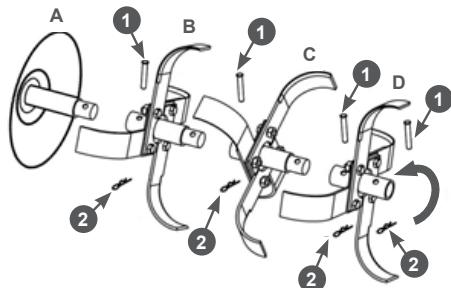

Рис. 3 Установка фрез
- Установите фрезы на выходной вал редуктора, закрепите их пальцами 1 и шплинтами 2 (Рис. 3).
Для примера на Рис. 3 показана установка правых фрез.